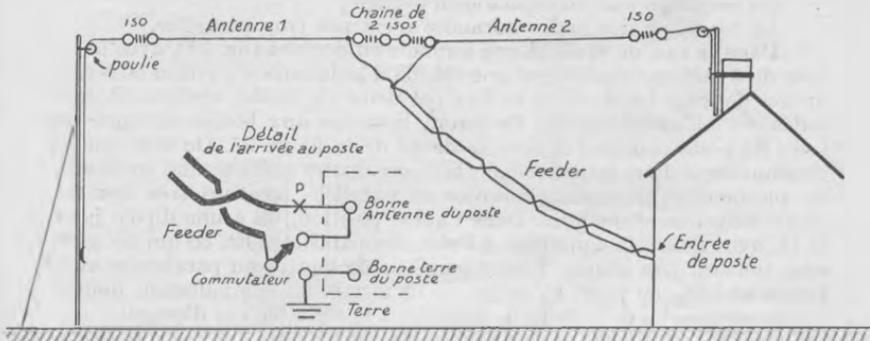

Fig. 35. — Antenne doublet pour O. C. transformable en antenne normale P. O. et G. O.
e) Le doublet n'a toute son efficacité qu'en ondes courtes (fig. 35).
Dans ce cas, on établira une antenne en doublet (fig. 35), avec deux bras de 5 mètres, séparés par une chaîne d'isolateurs d'environ 50 centimètres de long. La descente se fera par deux fils isolés, légèrement torsadés, ou mieux transposés. Ils seront branchés aux bornes antenne et terre du poste comme l'indique le détail de la figure 35. On voit que le commutateur dans la position de la figure donne une antenne courante, ou plutôt deux antennes courantes en parallèle, recevant très bien les ondes moyennes et longues. Dans l'autre position, on a une dipôle pour O. C., avec descente équilibrée à l'abri des parasites. Et, ce qui ne gêne rien, tout est très simple. Rien n'empêche de mettre un parafoudre avec lampe au néon au point P, ou encore de mettre un commutateur double qui connectera les deux brins de descente à la terre, en cas d'orage.